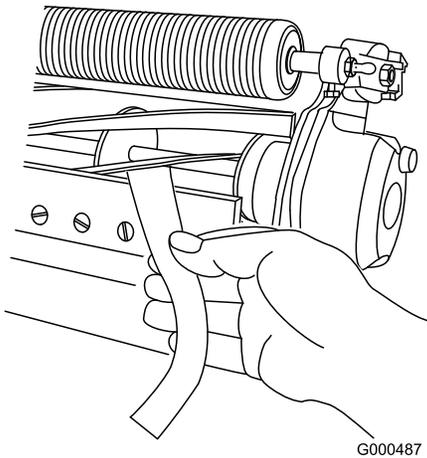

Bild 11
2. Einstellschraubenmutter für Untermesser (2)
B. Führen Sie einen langen Streifen des Schneidleistungspapiers senkrecht zum Untermesser (**Bild 11**) zwischen die Spindel und das Untermesser ein, drehen Sie die Spindel dann **langsam** nach vorne. Sie sollte das Papier zerschneiden. Wiederholen Sie ansonsten die Schritte **A** und **B**, bis das Papier zerschnitten wird.
11. Führen Sie einen langen Streifen des Schneidleistungspapiers (Toro Teilenummer 125-5610) senkrecht zum Untermesser (**Bild 11**) zwischen die Spindel und das Untermesser ein, drehen Sie die Spindel dann **langsam** nach vorne. Sie sollte das Papier zerschneiden. Drehen Sie sonst jede Einstellschraube des Untermessers um einen Klick nach rechts und wiederholen Sie diesen Schritt, bis das Papier zerschnitten wird.